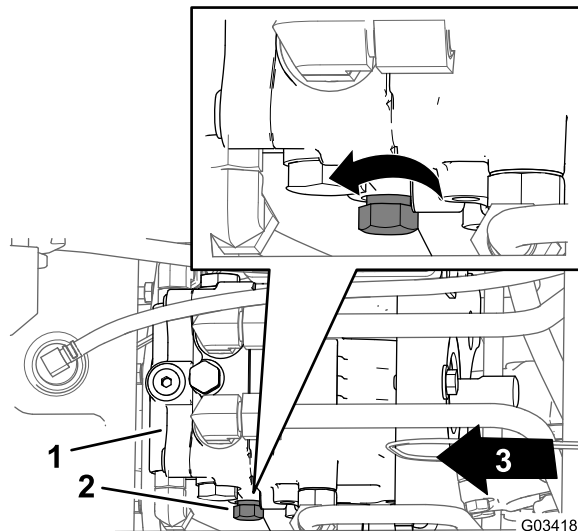

Figura 35
2. Localice el mando de la válvula de desvío, en el lado izquierdo de la bomba hidráulica (Figura 35).
3. Gire el mando 3 vueltas en sentido antihorario (Figura 35).
1. Localice el mando de la válvula de desvío, en el lado izquierdo de la bomba hidráulica (Figura 35).
2. Gire el mando (Figura 35) en sentido horario hasta que note resistencia (la válvula de desvío está cerrada).